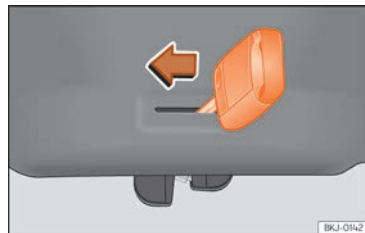

Abb. 58 Ausschnitt Gepäckraum: Notfallentriegelung.
- Führen Sie den Schlüsselbart in den Schlitz ein und drehen Sie den Schlüssel in Pfeilrichtung, bis sich das Schloss öffnet »» (Abb. 58).